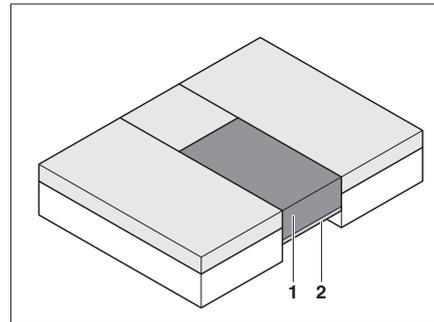

Fig. 76 Après la transformation
- Poser le coussin supplémentaire (Fig. 76,1) sur le sommier à lattes déployé (Fig. 76,2).
Pour amener le coussin supplémentaire (Fig. 76, 1) à la même hauteur que les autres coussins, il faut le comprimer avec force.
- ▷ Insérer le coussin supplémentaire (Fig. 76, 1) et s'asseoir dessus. Sous l'effet du poids, le coussin est comprimé dans l'espace vide.